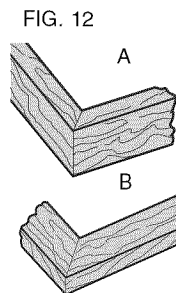

FIG. 14
Une coupe à onglets mixtes est réalisée en utilisant simultanément un angle d'onglet et un angle de biseau. C'est le type de coupe utilisé pour fabriquer des cadres ou des boîtes dont les côtés sont inclinés, comme il est illustré dans la figure 14.
Le tableau de la page 32 vous aidera à sélectionner les réglages d'onglet et de biseau adéquats pour des coupes à onglets mixtes classiques. Pour utiliser le tableau, sélectionner l'angle « A » souhaité (figure 14) pour votre projet et rechercher cet angle sur l'arc adéquat du tableau. Tracer un trait vertical à partir de ce point pour lire l'angle de biseau adéquat et un trait horizontal pour lire l'angle d'onglet adéquat.
**Exemple :** Pour fabriquer une boîte à quatre côtés avec des angles extérieurs à 26 degrés (angle A, figure 14), utiliser l'arc supérieur droit. Trouver la valeur 26° sur l'échelle de l'arc. Suivre la ligne horizontale intersectante jusqu'à l'un des deux axes pour obtenir le réglage de l'angle d'onglet pour votre scie (42°). Suivre de même la ligne verticale intersectante vers le bas ou vers le haut pour obtenir le réglage de l'angle de biseau pour la scie (18°). Toujours essayer les coupes sur des chutes de bois afin de vérifier les réglages de la scie.